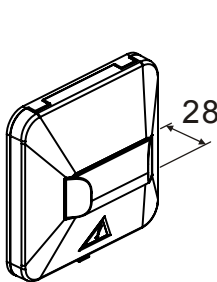

Рис. 1
- FDAI92EX (рис. 1) для крепления к поверхности